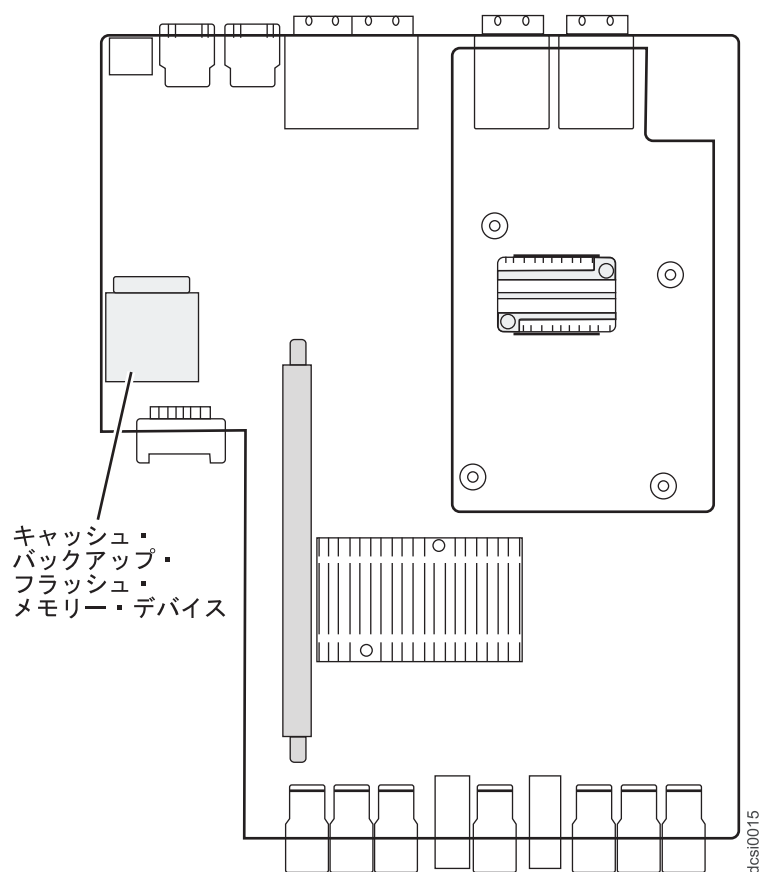

図 68. キャッシュ・バックアップ・フラッシュ・メモリー・デバイスの位置
12. キャッシュ・バックアップ・フラッシュ・メモリー・デバイスをコントローラーから取り外し、新しいコントローラーに取り付けます。図 68 は、コントローラーのボード上のキャッシュ・バックアップ・フラッシュ・メモリー・デバイスの位置を示しています。